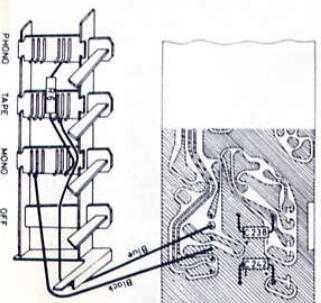

Fig. 6. Vendersesjonen og MF-platen sett fra foliesiden i Huldra 8.
7. Monter C238 og C242 (16 μF, 25 V) på MF-platen som vist på fig. 6.